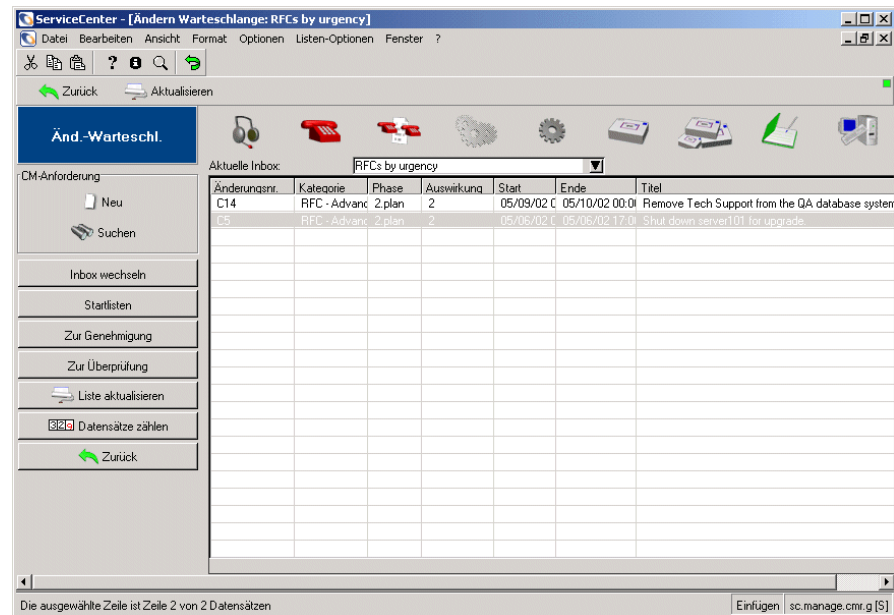

Abbildung 10-67: Änderungs-Inbox
- 1 Klicken Sie im Menü **Change Management** im Register **Änderungen** auf **Änderungswarteschlange**. Abbildung 10-67 zeigt die Änderungs-Inbox.